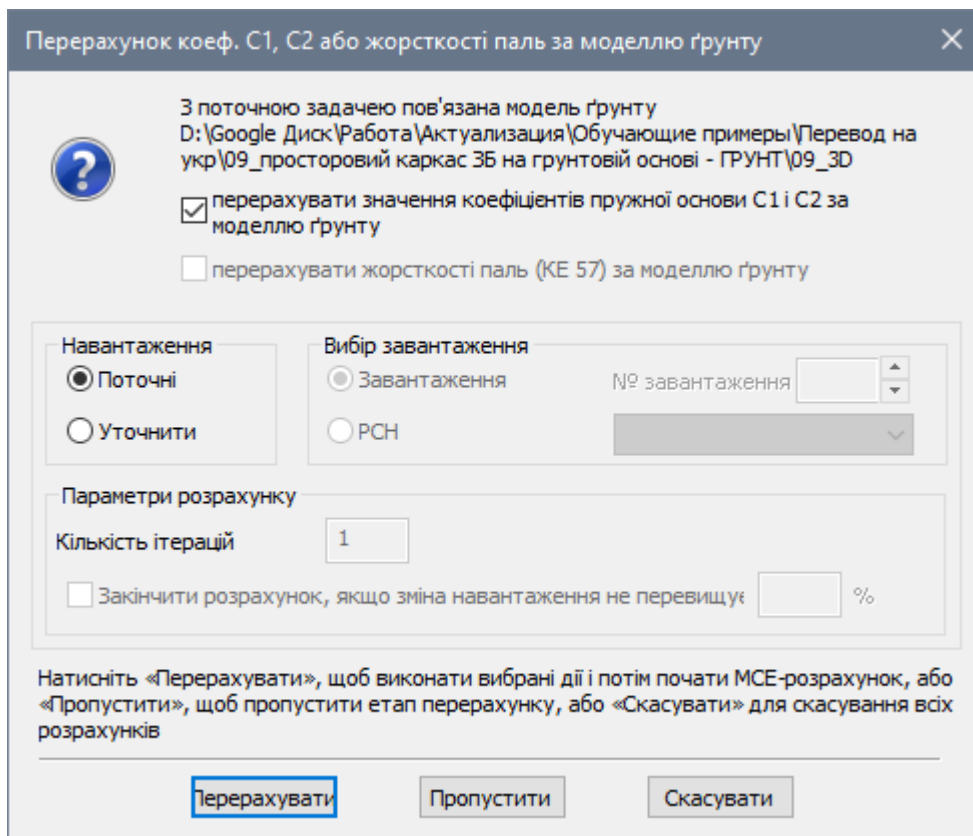

Рис. 9.34. Діалогове вікно Перерахунок коеф. C1, C2 або жорсткості паль за моделлю ґрунту
- В діалоговому вікні **Перерахунок коеф. С1, С2** або жорсткості паль за моделлю ґрунту, що з'явилося (рис. 9.34), при встановленому прпорці **перерахувати значення коефіцієнтів пружної основи С1 і С2 за моделлю ґрунту** і увімкненій радіо-кнопці **Поточні** натисніть на кнопку **Перерахувати**.
- В діалоговому вікні **Перерахунок коеф. С1, С2 або жорсткості паль** за моделлю ґрунту, що з'явилося (рис. 9.34), при встановленому прапорці **перерахувати значення коефіцієнтів пружної основи С1 і С2 за моделлю ґрунту** і увімкненій радіо-кнопці **Поточні** натисніть на кнопку **Перерахувати**.